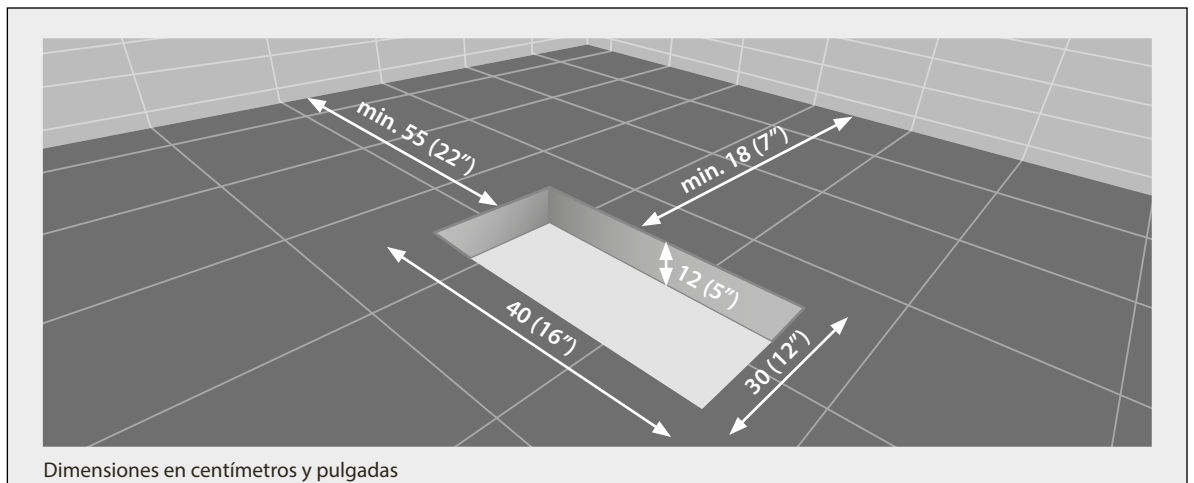

Fig. 2
- Si la bañera apoya en el suelo, es necesario preparar un orificio con las dimensiones indicadas en la figura a continuación; el registro se deberá colocar de forma apropiada, teniendo en cuenta las dimensiones máximas de la bañera (véase la Fig. 2).